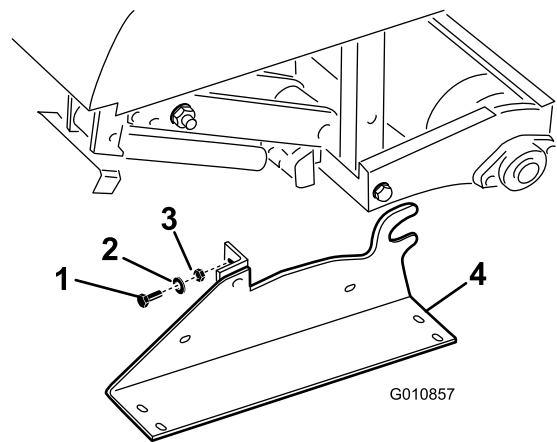

Bild 32
2. Entfernen Sie die Schrauben, Sicherungsscheiben und Muttern, mit denen die Sicherheitsständer am Aerifizierer befestigt sind (Bild 32).